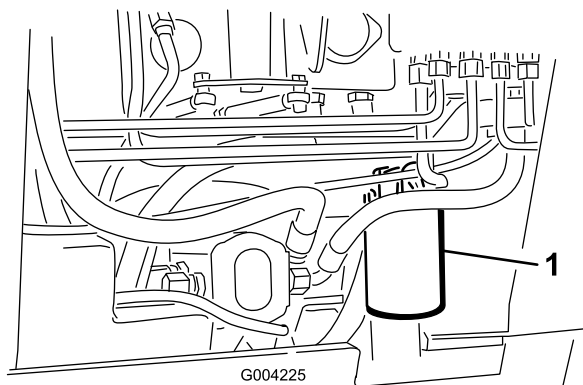

Figura 57
4. Collocate una bacinella di spurgo sotto il filtro (Figura 57).
5. Togliete il filtro usato (Figura 57) e pulite la superficie della guarnizione dell'adattatore del filtro.
7. Montate il filtro idraulico di ricambio sull'adattatore del filtro (Figura 57). Girate il filtro in senso orario finché la guarnizione di gomma non tocca l'adattatore, quindi serrate il filtro di un altro 3/4 di giro.